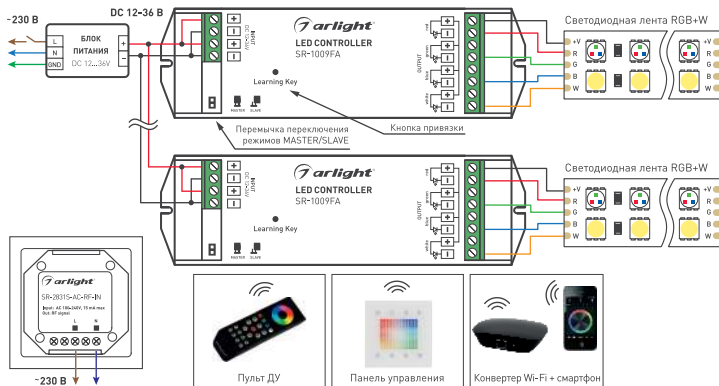

Рисунок 2. Схема подключения оборудования на примере контроллера SR-1009FA.
- Подключите контроллеры и светодиодную ленту (см. инструкции к используемому оборудованию). Пример подключения оборудования приведен на Рис. 2.